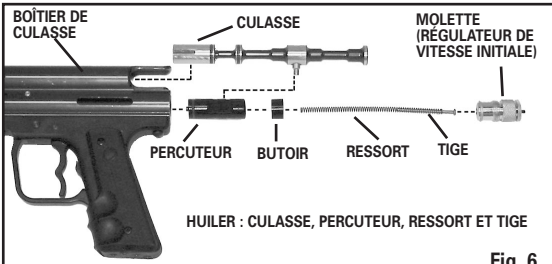

Fig. 6
- « Mettre la sécurité » (v. étape 2.A.), déposer la source de CO₂ (v. étape 3.B.), puis dévisser la MOLETTE du régulateur de vitesse initiale (fig. 6).
- DÈS que les pièces sont sèches, les huiler avec de l'huile pour armes à balles de peinture selon les indications de la fig. 6. NE PAS employer de solvants ni d'huiles à base de distillat de pétrole, car ils peuvent endommager le pistolet. *NOTA* : huiler soigneusement les pièces indiquées à la fig. 6, sinon elles peuvent rouiller.
- Joindre la CULASSE et le PERCUTEUR et les insérer dans le BOÎTIER DE CULASSE (v. fig. 6). **IMPORTANT** : on doit presser la détente pendant cette opération pour que les pièces puissent être remises en place correctement dans le BOÎTIER DE CULASSE.